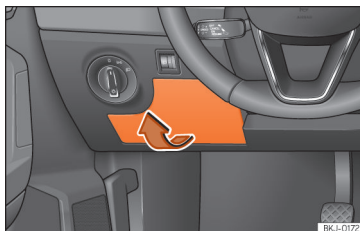

Abb. 50 Auf der Fahrerseite in der Instrumententafel: Abdeckung des Sicherungskastens.
- Öffnen: Die Abdeckung des Sicherungskastens in Pfeilrichtung abnehmen »» **Abb. 50**.